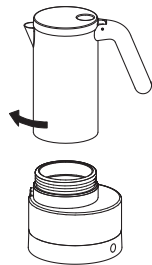

Bild 6
- Schrauben Sie das Oberteil im Uhrzeigersinn vollständig auf den Kessel auf (Bild 6)